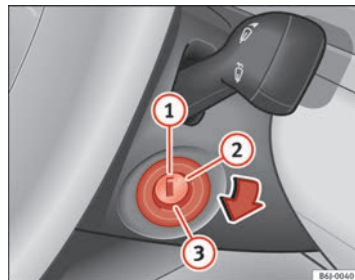

Abb. 107 Stellungen des Zündschlüssels
In dieser Stellung ⇒ Abb. 107 sind die Zündung und der Motor ausgeschaltet und die Lenkung kann gesperrt werden.
- Drehen Sie den Zündschlüssel in Stellung ⇒ Abb. 107 ②. Beim Vorglühen des Motors leuchtet die Kontrollleuchte  auf.
- Wenn die Kontrollleuchte ausgeht, drehen Sie den Zündschlüssel in Stellung ③ zum Anlassen des Motors - geben Sie kein Gas.
- Drehen Sie den Zündschlüssel in Stellung ⇒ Abb. 107 ①.